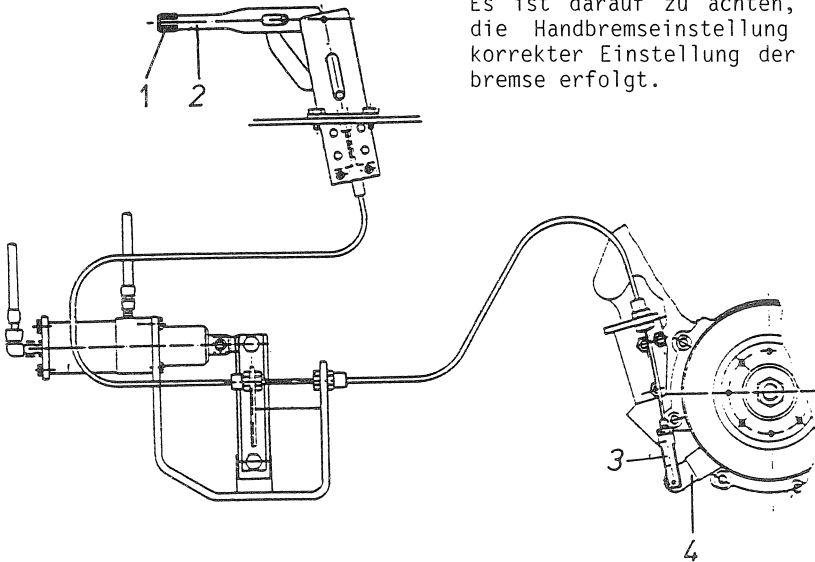

Bild 57
1. Handhebel (Bild 57/2) anziehen, wieder lösen und dann Einstellschraube (Bild 57/1) bis zum Anschlag rechtsherum drehen.
2. Bremshebel (Bild 57/3) fest nach oben drücken und Gabelkopf (Bild 57/4) so weit aufschrauben bis keine Lücke vorhanden ist, und die Bremse gerade frei läuft. Dann den Bremshebel nach unten ziehen und ES-Bolzen einbauen.
1. Pull hand lever (fig. 57/2), release it again and turn the adjustment screw (fig. 57/1) to the right until stop.
2. Pull the brake lever (fig. 57/3) firmly and screw the fork head (fig. 57/4) until there is no more play and the brake slips freely. Then pull down the brake lever and fit ES bolts.
1. Tirer la manette (fig. 57/2) et la relacher, puis tourner la vis d'ajustage (fig. 57/1) vers la droite jusqu'à la butée.
2. Presser la manette du frein (fig. 57/3) vers le haut et dévisser la chape (fig. 57/4) jusqu'à se qu'il n'y ait plus de jeu et que le frein fonctionne en course libre. Tirer alors la manette du frein vers le bas et installer des boulons ES.